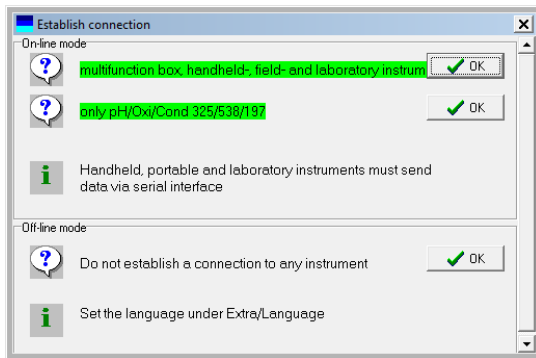

Figura 3. Ventana para seleccionar la conexión
- g) Sale la siguiente ventana de la figura 3. Seleccione la primera opción para que conecte al conductímetro